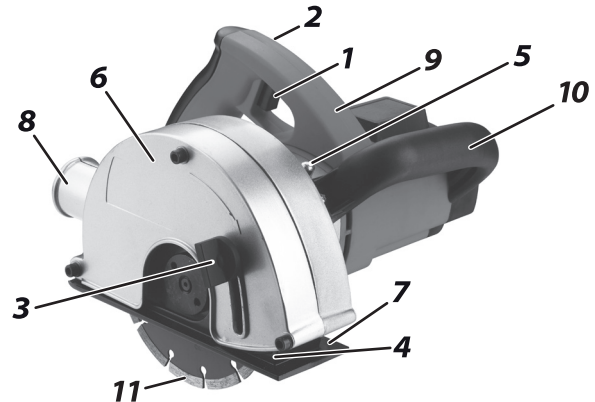

Рис. 1
ВНЕШНИЙ ВИД ЭЛЕКТРОИНСТРУМЕНТА (Рис. 1)
Глубина штробы варьируется от 10 до 40 мм. Глубина штробы указана на уровне (4) (Рис. 1). Для изменения глубины штробирования:
1. Ослабьте блокирующий переключатель (3) (Рис. 1).
2. Наклоните основание (7) (Рис. 1) в нужное положение. Настройте глубину штробы приблизительно на 3 мм больше требуемой, чтобы компенсировать возможные неровности поверхности стены.
3. Затяните блокирующий переключатель (3) (Рис. 1).
Чтобы включить устройство, удерживайте нажатой кнопку снятия блокировки (2) (Рис. 1) и одновременно нажмите выключатель (1) (Рис. 1). Чтобы выключить изделие, отпустите выключатель (1).